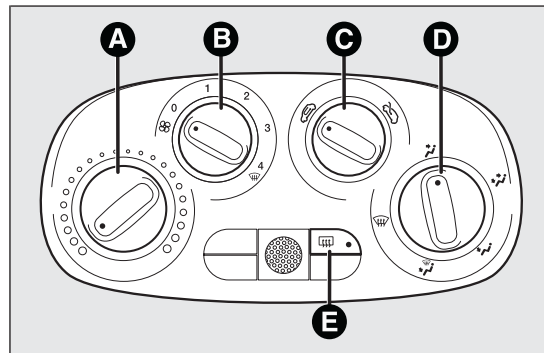

fig. 44
- A Bouton de la température de l'air (rouge-chaud/bleu-froid) fig. 44
- B Bouton des vitesses du ventilateur et activation/désactivation du climatiseur fig. 44. En appuyant sur ce bouton, on active le climatiseur et l'allumage simultané de la LED de ce bouton. Cette opération permet de refroidir plus rapidement l'habitacle.
C Bouton de recyclage de l'air fig. 44
D Bouton de répartition de l'air fig. 44